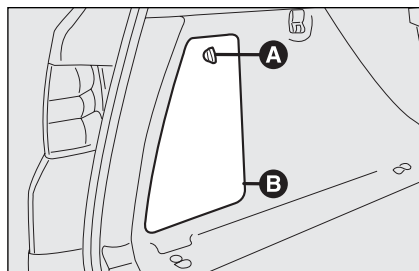

fig. 63
- ☐ rodar o selector **A**-fig. 63 de modo a abrir a portinhola **B**;